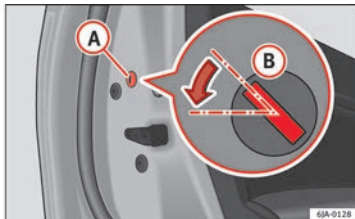

Fig. 4 Porta traseira: trancar de emergência.
- Retire a tampa **A**»»» Fig. 4.